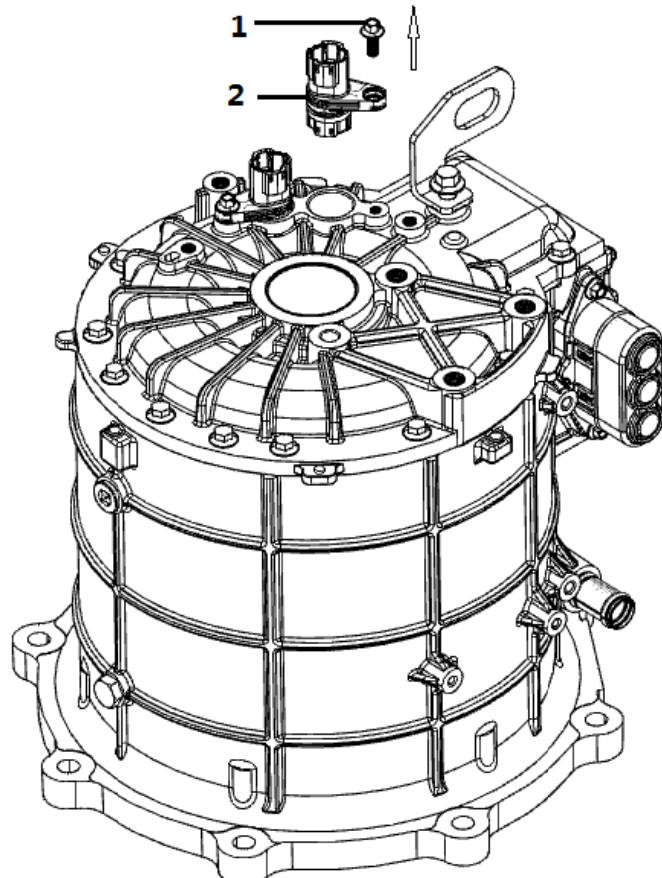

图2
- ② 用扳手将M6*10六角头螺栓(1)扭下来。
- ② 将旋变接插件(2)取出来,斜口钳将旋变接插件中间部分取下。
- ③ 取新的旋变接插件连上旋变引线端插件,在旋变接插件装配面涂上一层润滑油,箱体配合孔也涂上一层润滑油。再将旋变接插件插入后箱体配合孔内。最后将M6*10六角头螺栓(1)扭上,扭力为12 N·m。见图2。